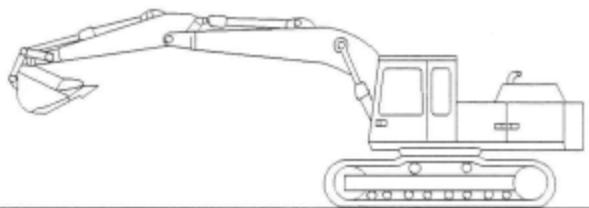

Рис. 9
- Установите машину на ровной горизонтальной поверхности. Смотрите рисунок 9.